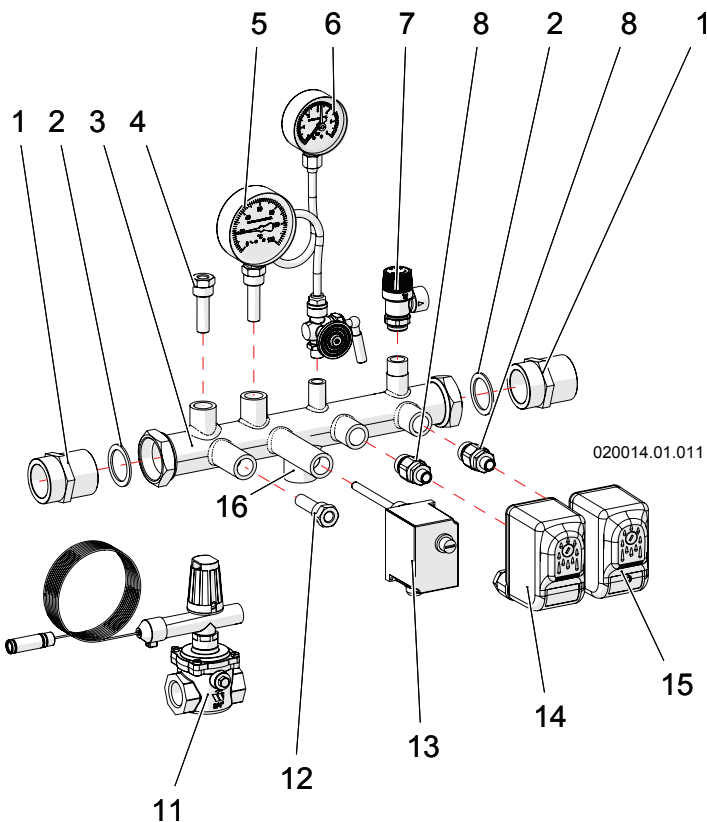
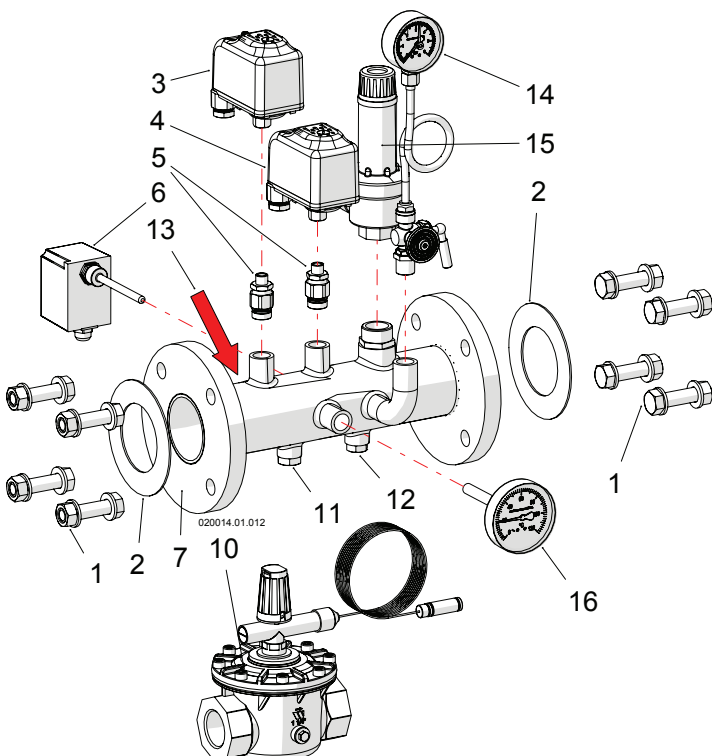

Figure 11-2 - KIT INAIL de 60T à 140T
Figure 11-3 - KIT INAIL de 180T à 280T
**ATTENTION !!!** Il est interdit d'installer des dispositifs d'arrêt entre l'appareil et la soupape de sécurité (pièce "7" de la fig. 11-2 et "15" de la figure 11-3).
La figure 11-2 montre le kit INAIL pour les modèles 60T, 70T, 100T, 115T et 140T.
Légende de la figure 11-2
**ATTENTION !!!** Le capteur de la vanne "11" (figure 11-2) doit être positionné dans le logement porte-sonde "4" et arrêté avec la vis de blocage.
La figure 11-3 montre le kit INAIL pour les modèles 180T, 210T, 280T.
Légende de la figure 11-3
**ATTENTION !!!** Le capteur de la vanne "10" (figure 11-3) doit être positionné dans le logement porte-sonde "11" et arrêté avec la vis de blocage.